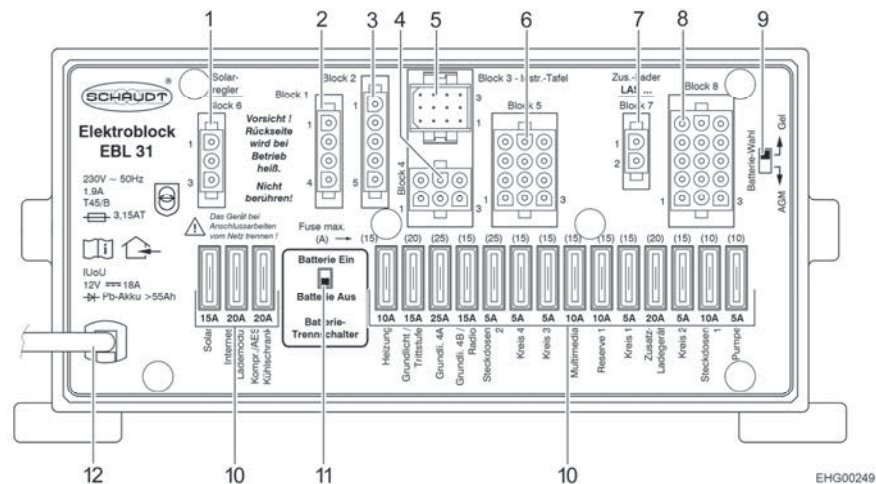

Bild 84 Elektroblock (EBL 31)
- ▷ Um **alle** elektrischen 12-V-Verbraucher von der Spannungsversorgung zu trennen und eine Entladung der Wohnraumbatterie zu vermeiden, Batterie-Trennschalter (**Bild 84,11**) am Elektroblock auf "Batterie Aus" stellen.
- ▷ Verbraucher wie der Elektroblock selbst, das Panel, die Heizung, der Solarladeregler (wenn vorhanden) und andere Geräte verbrauchen einen geringen Standby-Strom und entladen so mit der Zeit die Wohnraumbatterie. Deshalb den Batterie-Trennschalter (Bild 84,11) am Elektroblock auf "Batterie Aus" stellen, wenn das Fahrzeug längere Zeit nicht benutzt wird.
Der Solarladeregler bleibt weiterhin in Betrieb. Um den Solarladeregler zu deaktivieren, muss die zugehörige Sicherung (Bild 84,10 "Solar") gezogen werden.